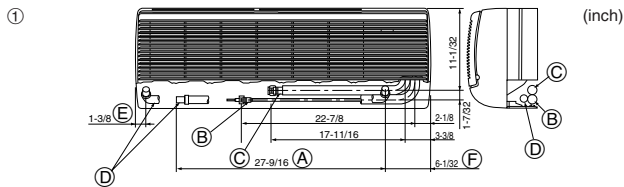
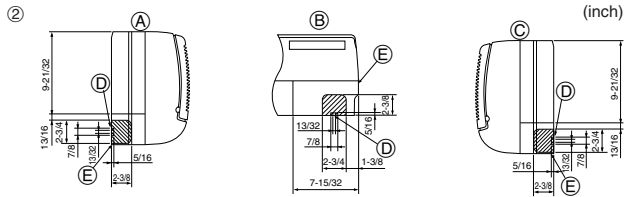
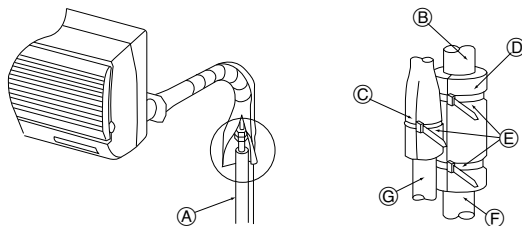

Fig. 4-2
Fig. 4-3
Fig. 4-4
① Position des tuyaux de réfrigérant et d'écoulement (Fig. 4-2)
- (A) (Longueur totale de tuyau flexible)
- (B) Tuyau à liquide
- (C) Tuyau à gaz
- (D) Tuyau flexible d'évacuation
- (E) Tuyauterie de gauche
- (F) Tuyauterie de droite
② Déterminer la position des orifices à dégager sur le corps de l'appareil. (Fig. 4-3)
- (A) Tuyauterie de gauche
- (B) Tuyauterie inférieure
- (C) Tuyauterie de droite
- (D) Câble de la télécommande passant par l'orifice
- (E) Boîte d'angle
4.4. Travaux pour l'installation des tuyaux de réfrigérant (Fig. 4-4)